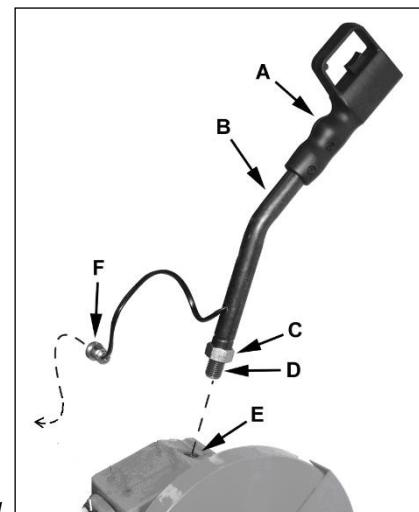

Рис. 1
Завинтите резьбовую часть (D, Рис. 1) управляющей ручки (B) в резьбовое отверстие (E). Закрепите контргайку (C).
Запустить станок можно нажав пальцем пусковую кнопку на управляющей ручке (A, Рис.1).